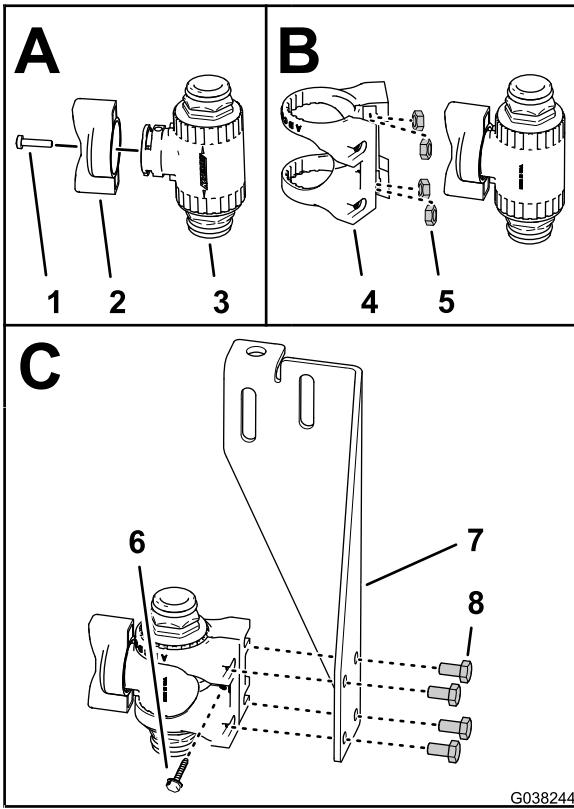

图58
1. 用螺丝 6-32 x $\frac{5}{8}$ 英寸将手柄组装到搅拌节流阀上 图 58。
- 如果未安装请将 4 个不锈钢螺母插入用于搅拌节流阀的尼龙节流阀安装架中的槽 图58。
- 如 图58 所示将搅拌节流阀装入节流阀安装架。
- 如 图58 所示用螺丝 6-32 x $\frac{5}{8}$ 英寸将节流阀安装架固定到搅拌节流阀上。
- 用 4 个螺栓 6 x 12mm 将节流阀和安装座组装到搅拌阀支架上 图58。